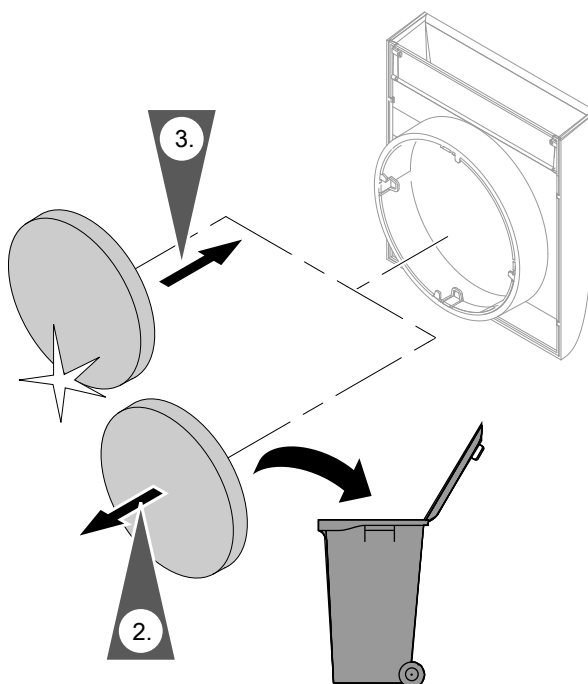

Abb. 4
3. Legen Sie den neuen Filter gemäß Abb. 4 in die Innenwandblende ein.